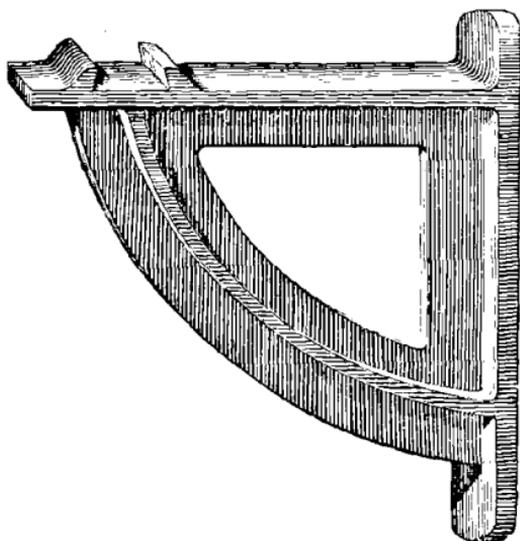

FIG. 41. — Chaise de transmission.
Supposons que le fondeur ait à faire une *chaise* (fig. 41), comme celles qui sont employées dans les usines pour supporter les transmissions (1).